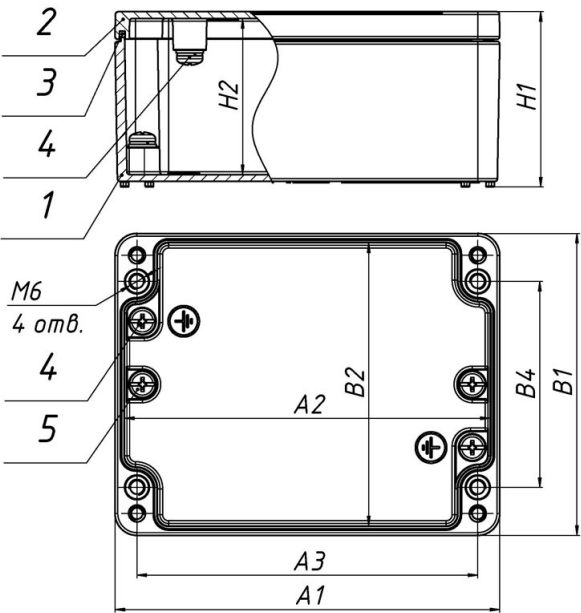

Рисунок 1 - Коробка ответвительная алюминиевая
Коробка ответвительная алюминиевая состоит из: корпуса (1), крышки (2), уплотнения (3), контакты заземления болтовые (4) (кол-во 3 шт.), места крепления динрейки (5) (кол-во 2 шт.) (см. рисунок 1).